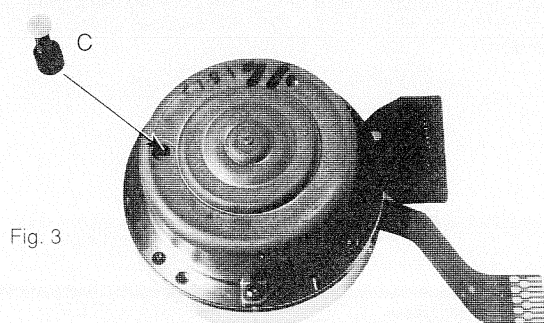

Fig. 3
- Den Referenzstift C (jeder Servicekopfscheibe beige packt) durch das größere Loch im Scannermotordeckel einschieben und im Langloch des Rotors einschnappen (Fig. 3).